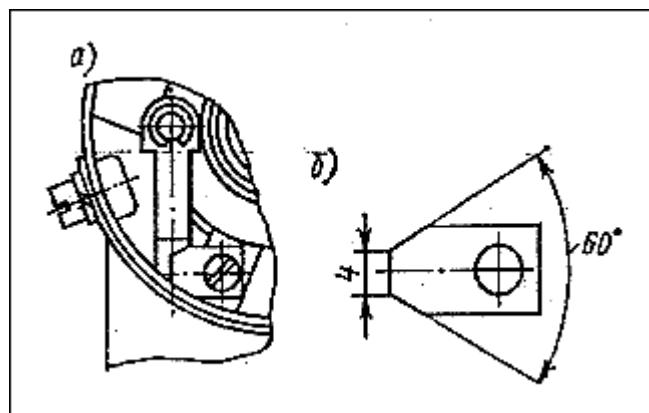

Рис. 27. Отключение системы вакуум-корректора прижатием планки
- 3) прижать планкой тягу вакуум-корректора, как показано на рис. 27а; если конец планки не помещается между корпусом и изгибом тяги, то конец планки надо сделать уже (рис. 27б);